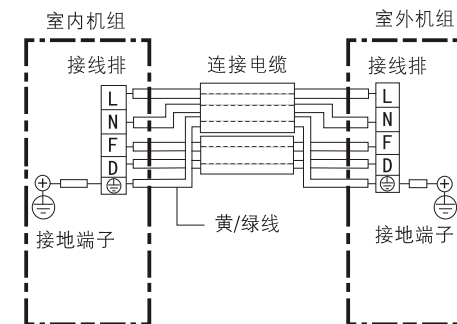

图13室内外电气连接图
(1) 用附件 ⑩ 及 ⑫ 连接电缆按接线图示要求正确地连接室内外机组，绝对不可连接错误 (如图13)。
(2) 连接电缆必须用室内外机组上的电线压板压紧。
- 接地线必须根据图13所示用连接电缆中黄/绿色导线接至带有“⊕”标记的接线端子上。